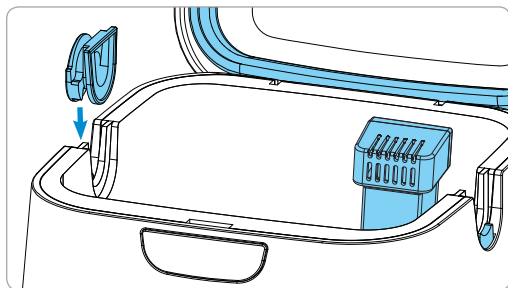

Figura 6. Installare il tappo della scanalatura del tubo removibile
2. Installi il tappo removibile della scanalatura del tubo in una delle scanalature aperte (figura 6).
Orienti il tappo della scanalatura del tubo removibile come mostrato nella figura 6. La faccia rotonda del tappo della scanalatura del tubo removibile è all'esterno dell'apparato SoClean.